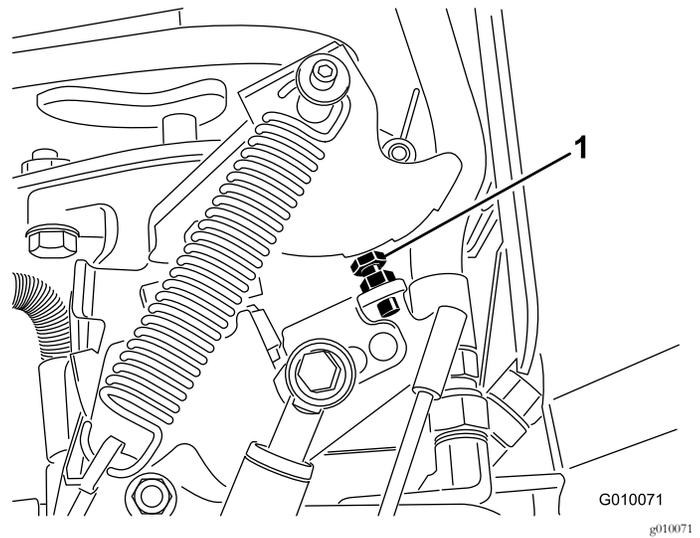

Figura 66
6. Se occorre regolare, girate il bullone di arresto della pompa (Figura 66) più vicino alla piastra di arresto per ridurre la distanza tra i fori, oppure giratelo lontano dalla piastra per aumentare la distanza tra i fori.